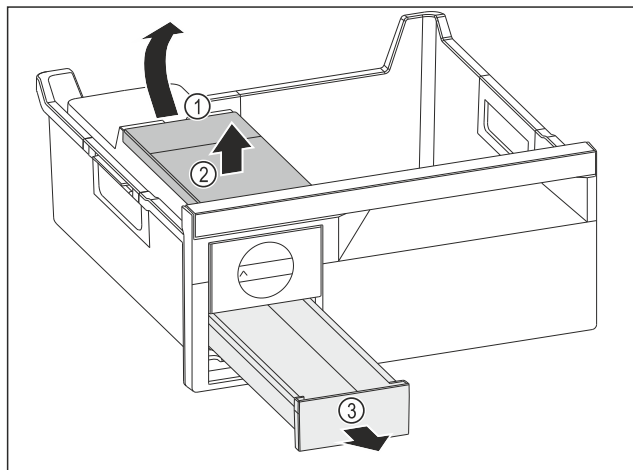

Fig. 104
- Vyjmutí nádržky na vodu: Zvedněte nádržku na vodu za vybrání Fig. 104 (1).
- Nádržku na vodu Fig. 104 (2) vyjměte nahoru.
- Zásuvku na kostky ledu Fig. 104 (3) vyjměte dopředu.